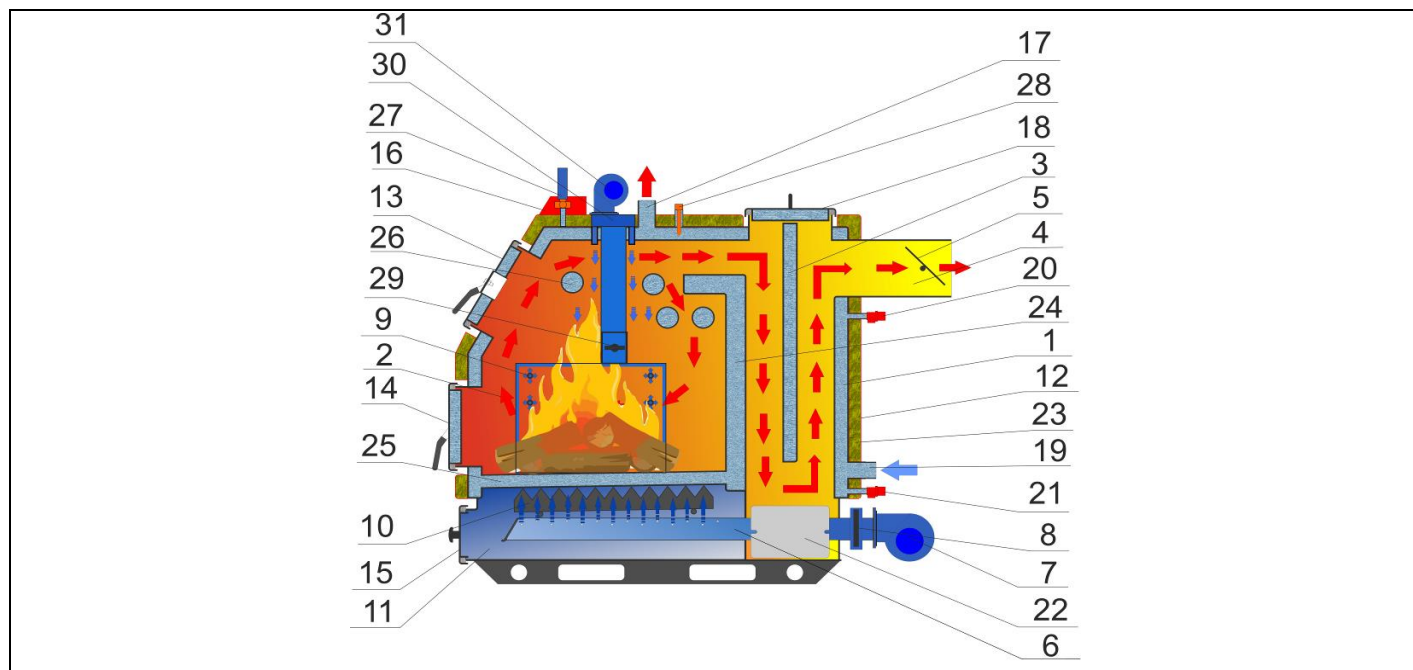

Рис.2 Строение котла «Ретра-3М» мощностью 25-98кВт
**3.1** Котел выполненный в виде герметически сваренного теплообменника прямоугольной формы со скосом впереди (см. Рис.2) и состоит из следующих основных частей: конвективно-контактного стального теплообменника 1 с камерой сгорания (топкой) 2, которая охлаждается водой, прямой перегородки 3, дымохода 4 с поворотным шибером газохода 5, коллектора 6, который вместе с вентилятором 7 и шибером регулирования воздуха 8 составляют систему подачи первичного воздуха. Система подачи вторичного воздуха состоит из вентилятора 31, из верхних и боковых коллекторов подачи и распределения воздуха 9, 30 и шиберов регулировки подачи воздуха 29. В нижней части котла находится разрыхлитель топлива 10 (Устанавливается на всех выше указанных модификациях, кроме модификации «Ретра 100-3М»), камера поддувала 11, которая одновременно выполняет функцию камеры накопления золы.
**3.2 Принцип работы котла** (см. Рис.2). Вода из системы теплоснабжения поступает в котел через патрубок обратки 19, растекается по всем внутренним пустотам теплообменника и через его металлические стенки отбирает тепло от топлива, которое горит (контактным способом в топке), и от газообразных продуктов сгорания (конвективным способом в других частях теплообменника). Нагретая вода через патрубок подачи 17 поступает в систему теплоснабжения.